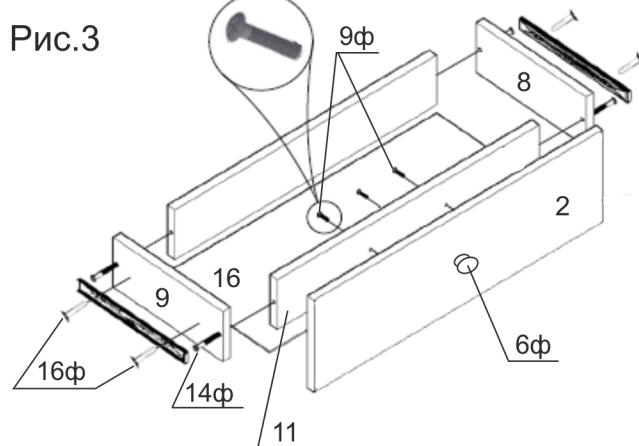

Рис.3
- В глухие отверстия крыши (4) вкрутить дюбеля стяжек эксцентриковых (12ф) и вставить в средние отверстия шканты деревянные (13ф) (шканты можно посадить на клей ПВА (в комплектацию не входит)). На стойках (3) устанавливаем эксцентрики (12ф) таким образом, чтобы стрелка указывала на ближайший торец детали. Установить втулки обувницы. Вкрутить дюбеля стяжек эксцентриковых (12ф). С помощью саморезов 3,5 x 16 (10ф) установить широкую часть направляющих (8ф) в намеченные отверстия на стойках (направляющие необходимо предварительно разъединить, потянув внутреннюю узкую часть, нажать на пластиковый рычаг. Далее вытянуть направляющую до конца) (рис 2).
- Собираем ящик. Евровинтами (14ф) соединить детали (8), (9), (10) и (11). Выровнять по диагонали ящика и прикопотить с помощью гвоздей (4ф) дно ящика (16). Прикрутить фасад ящика (2) с помощью саморезов 3,5 x 30 (9ф) и ручки кнопки с винтом (6ф). На деталях (8) и (9) в намеченные отверстия прикрепить узкую часть направляющих (12ф) с помощью саморезов 3,5 x 16 (10ф) (Рис.3).
- Вставить эксцентрики (12ф) в отверстия на полке (6), чтобы стрелка указывала на ближайший торец детали.
- Прикрутите опоры (5ф) к дну обувницы (5) саморезами (10ф) 3,5 x 16
- Собираем корпус обувницы. Соединяем полку (6) и стенку (7) с помощью евровинтов (14ф). Крепим к получившейся конструкции боковые стойки (3) с помощью эксцентриковых стяжек (12ф). Далее закрепляем дно (5) с помощью евровинтов (14ф). Устанавливаем крышу обувницы (4).